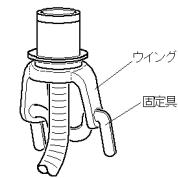

図2. 固定具(装着状態)
4. 製造時のウイング固定を目的とした、固定具(図2. 参照)が装着されている。